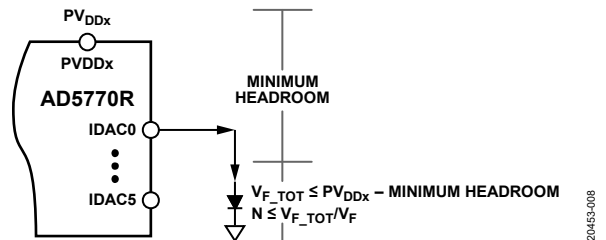
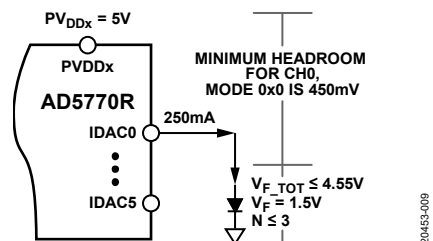

図 8. 最小ヘッドルームおよび電源電圧の関数として表されるダイオード負荷の式
図 9. ダイオード負荷の例
ダイオード負荷の場合、図 8 に示す式を使用して、同じ V_F を持つ同一のダイオードの総数を決定します。 $IDAC0$ ピン (モード 0x0) を使用し、 PV_{DDx} を 5V にすると (図 9 を参照)、1 個のダイオードまたは複数の直列接続されたダイオードによる V_F の合計 (V_{F_TOT}) は 4.55V 以下になります。各ダイオードの V_F が 1.5V の場合、負荷として同一のダイオードを 3 個まで使用できます。理想的なダイオードでは、ダイオードの総数 (N) は電流に依存しません。使用するデバイスによって決まる実際の V_F 値に基づいて調整を行う必要があります。また、実際の V_F 値は、動作温度によって変動することに注意してください。ほとんどのダイオード・メーカーは、この特有のパラメータについての特性をデバイスのデータシートに記載しています。